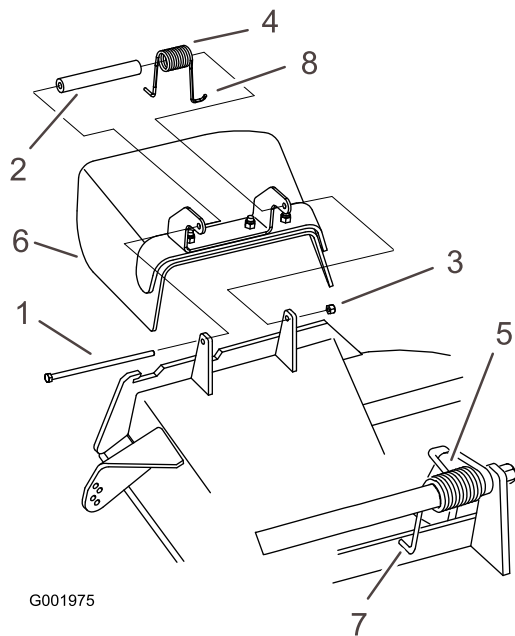

Figura 60
1. Togliete il dado di bloccaggio, il bullone, la molla e il distanziale che fissano il deflettore alle staffe orientabili del tosaerba (Figura 60). Togliete il deflettore dell'erba tagliata se è danneggiato o consumato.
**Nota:** Verificate che un'estremità **J** della molla si trovi dietro il bordo della scocca prima di montare il bullone, come illustrato nella Figura 60.
- Montate il bullone e il dado. Infilate un'estremità a gancio **J** della molla attorno al deflettore dello sfalcio (Figura 60).